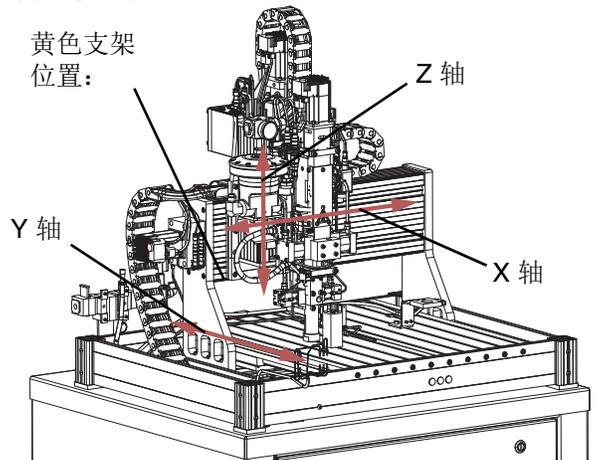

图 4：分配器轴运动
3. 确保如图 4 所示，各轴能够沿轴自由地左右移动和前后移动，并且没有运动的物理障碍。